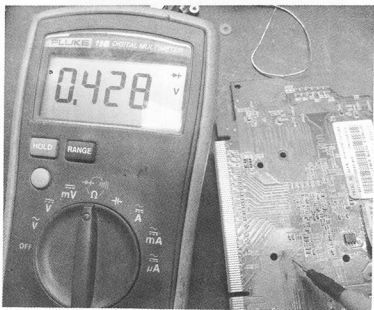

图 5-50 测量靠近 GPU 一端二极体值
(9) 沿着对应的过孔跑线, 在靠近 GPU 的位置刮开线路打值, 发现值为 428, 接近正常, 如图 5-50 所示。